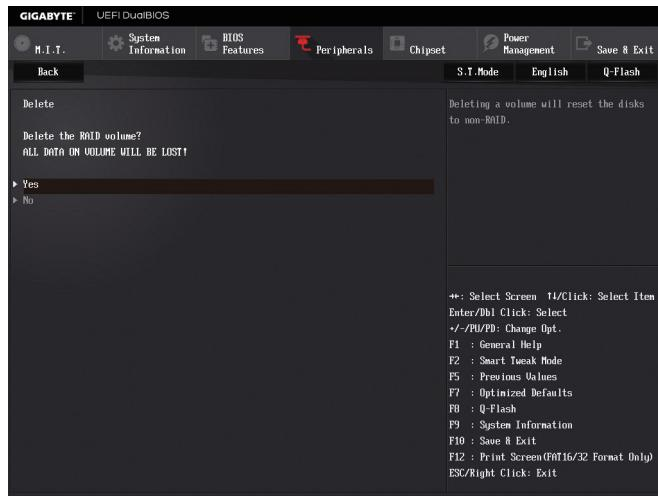

図 8
RAID アレイを削除するには、Intel(R) Rapid Storage Technology 画面において削除するボリューム上で <Enter> を押します。RAID VOLUME INFO 画面に入ったら、Delete で <Enter> を押して Delete 画面に入ります。Yes で <Enter> を押します(図 8)。